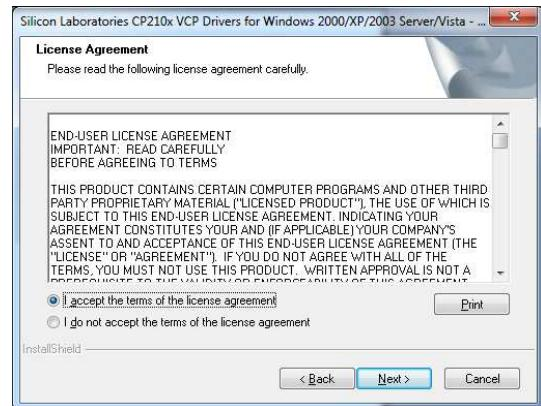

Рисунок 8.9
- на экране появится окно (рисунок 8.9), установить флагок "I accept the terms of the license agreement". Сделать установку, как показано на рисунке, и щелкнуть по кнопке **Next >**;